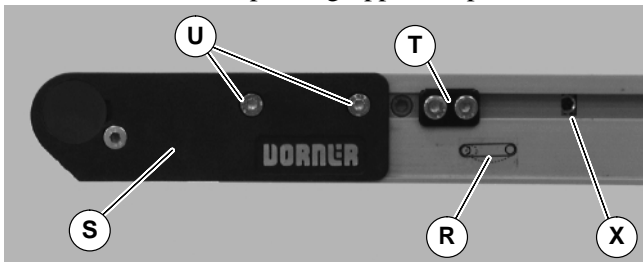

Abbildung 25
1. Am Spannende des Förderbandes, das mit einem  Etikett gekennzeichnet ist (R siehe Abbildung 25), vordere Deckplattengruppe anpassen (S): Zu beiden Seiten des Förderbandes die Befestigungsschrauben lösen (U) und das Ritzel drehen (X), um die vordere Deckplattengruppe anzupassen.
3. Nach dem Einstellen der entsprechenden Spannung die Befestigungsschrauben (U siehe Abbildung 25) zu beiden Seiten des Förderbandes mit 7 Nm festziehen.
4. Falls mit Spurführungsnocken ausgestattet, (T siehe Abbildung 25), neu positionieren und Spurführung anpassen. Siehe „Spannen des Gurtes“ auf Seite 12.